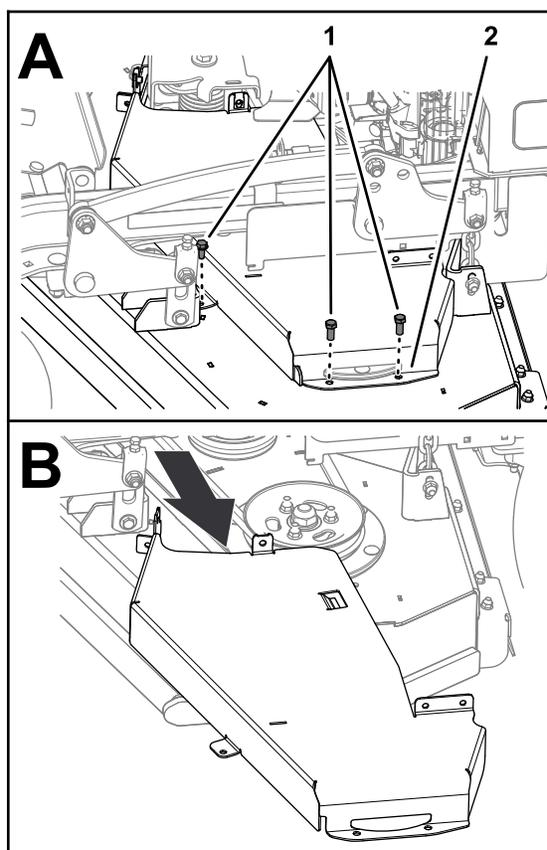

図 37
4. 左側ベルトカバーをデッキに固定しているボルト3本を外してカバーを外す **図 37**。